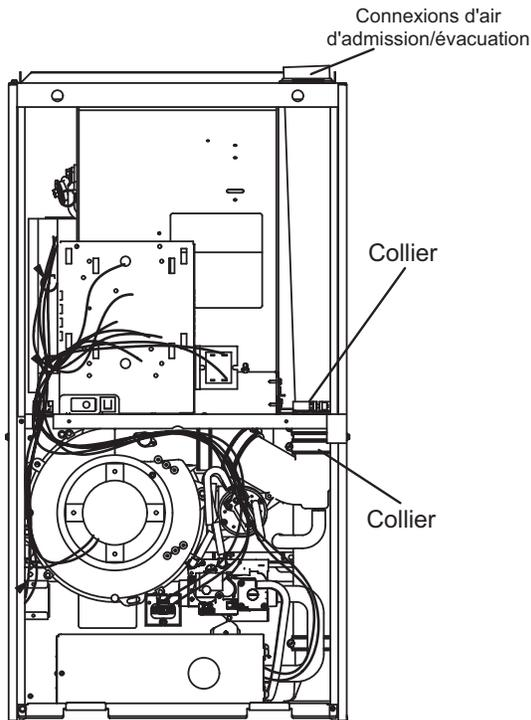

FIGURE 19
Le EL296DFV est livré avec un raccord d'évacuation/d'admission d'air au niveau du capuchon supérieur. Voir la FIGURE 19. À l'aide des pièces fournies, l'appareil peut être modifié sur place pour que ces connexions soient situées sur le côté droit de l'enceinte. Voir FIGURE 22 et suivre les étapes ci-dessous. Pour l'évacuation du côté gauche, commander l'ensemble 87W73.
- 2 - Desserrer les colliers de serrage qui fixent les raccords en caoutchouc aux tuyaux en PVC blanc à l'intérieur de la zone du vestibule. Voir la FIGURE 19.
- 3 - Desserrer le collier qui fixe les tuyaux au support du ventilateur. Voir la FIGURE 19.